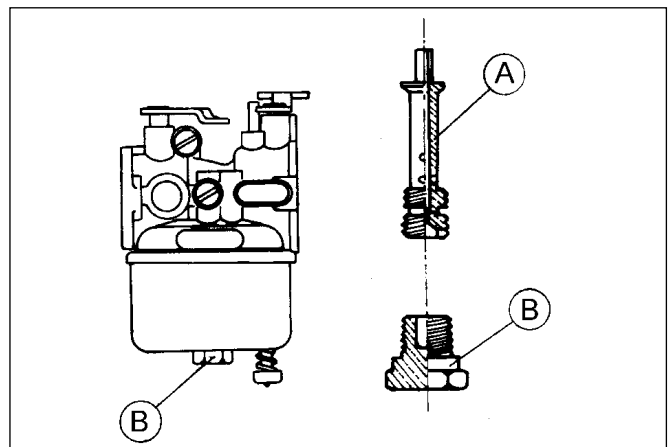
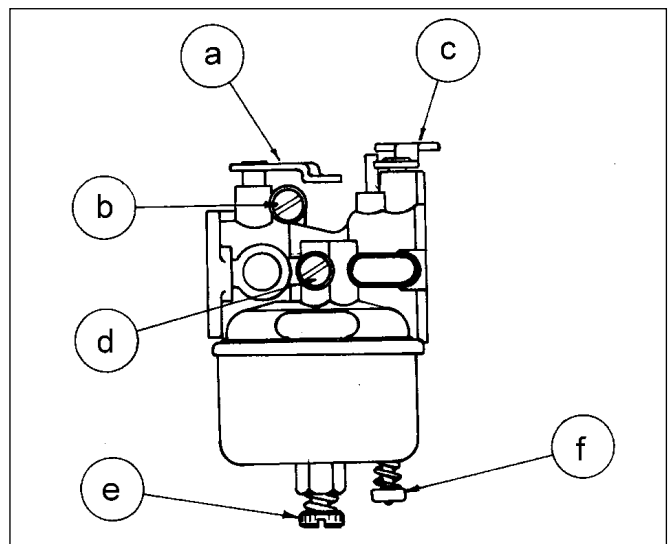

Abb. 13
Abb. 14
Schwimmervergasers verfügen entweder über eine feste (Abb. 13) oder eine einstellbare (Abb. 14) Düse.
a) EINSTELLEN DES VERGASERS (EINSTELLBARE DÜSE) (Abb. 14)
- Bauen Sie die Kraftstoffleitung ab. Leeren Sie die Kraftstoffkammer durch Betätigen des Druckknopfes (f - Abb. 14).